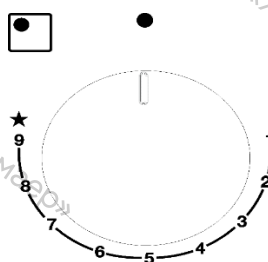

Рис. 1
Нажмите ручку, соответствующую выбранной конфорке, и поворачивайте против часовой стрелки до тех пор, пока она не достигнет положения полного включения ★ (положение 9, рис. 1). Затем нажмите ручку; с каждым нажатием краника пламя будет уменьшаться, пока не достигнет положения 1, т.е. минимальной подачи газа.
Ручки конфорок, оснащенных устройством контроля пламени, необходимо поворачивать против часовой стрелки до тех пор, пока они не достигнут положения полного включения (положение 9, рис. 1). Затем нажмите нужную ручку и повторите указанные ранее действия.
- когда вода в посуде закипит, установите ручку в положение пониженной мощности (положение 1, рис. 1);
Конфорки, оснащенные устройством контроля пламени, можно зажигать только тогда, когда соответствующая ручка установлена в положение включения на полную мощность (положение 9, рис. 1).